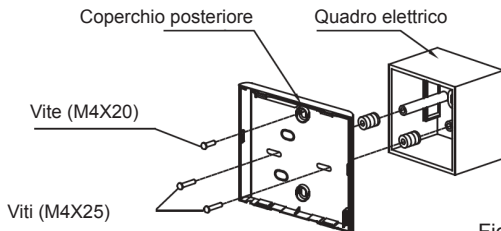

Fig. 3-6
- Per il montaggio sul quadro elettrico, fissare il coperchio posteriore sul quadro elettrico con 2 viti (M4X25) e fissarlo alla parete con una vite (M4X20) (fig. 3-6).